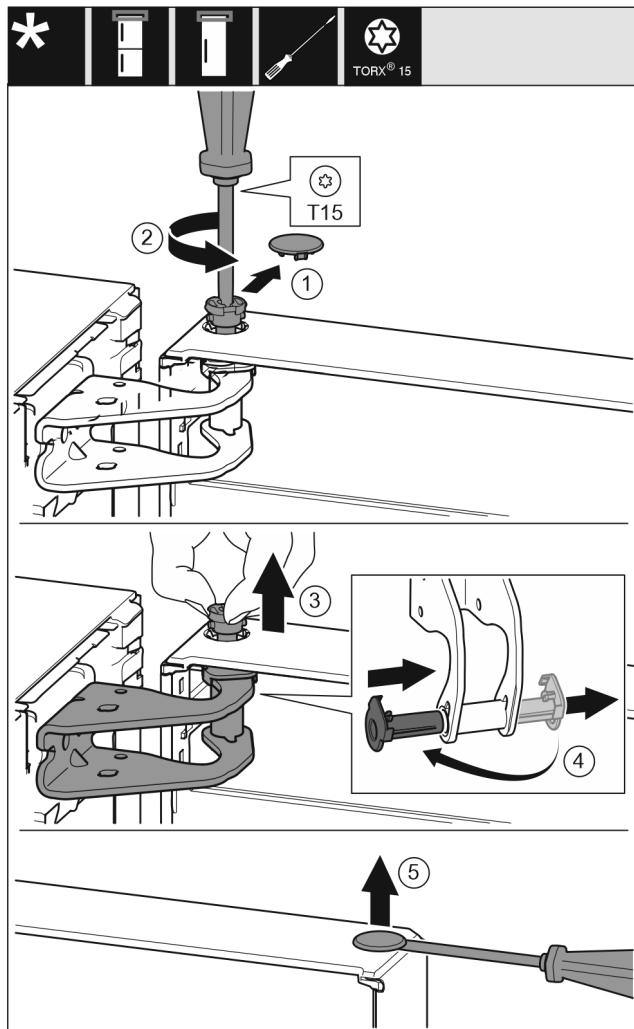

Fig. 6
- Обережно зніміть запобіжну кришку. Fig. 6 (1)
► Трохи викрутіть гвинт за допомогою викрутки T15. Fig. 6 (2)
► Притримуйте дверцята і витягніть палець руками. Fig. 6 (3)
► Витягніть із напрямної опорну втулку. Встановіть і зафіксуйте з іншого боку. Fig. 6 (4)
► За допомогою шліцевої викрутки обережно підійміть пробку із опорного втулка дверцят та витягніть її. Fig. 6 (5)